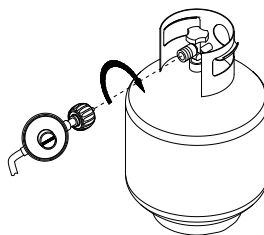

Figure 24
5. Lors du raccordement du régulateur et des éléments du tuyau à la soupape de la bonbonne, serrer à fond à la main l'écrou de serrage rapide dans le sens horaire (Fig.24). Ne pas utiliser une clé pour éviter d'abîmer l'écrou de serrage rapide et provoquer une condition dangereuse.